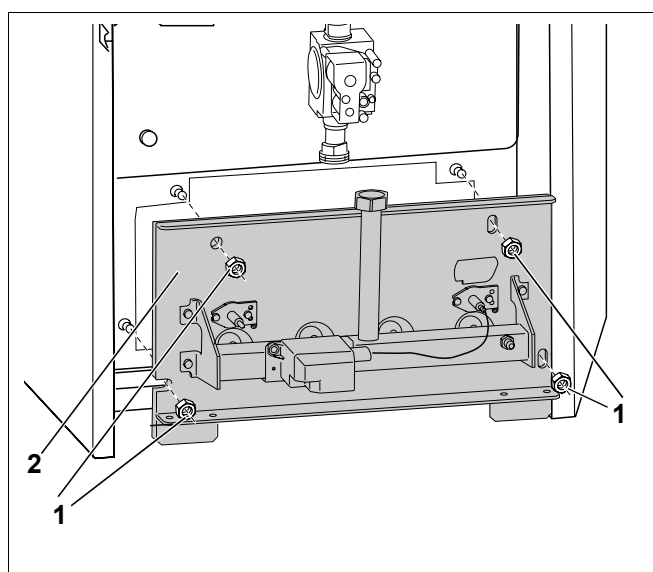

Рис. 40 Снятие крепежных гаек
- Открутить крепежные гайки (рис. 40, поз. 1) на щитке горелки (рис. 40, поз. 2) и вынуть газовую горелку.
- При креплении щитка горелки (рис. 40, поз. 2, стр. 57) слегка затянуть четыре болта.